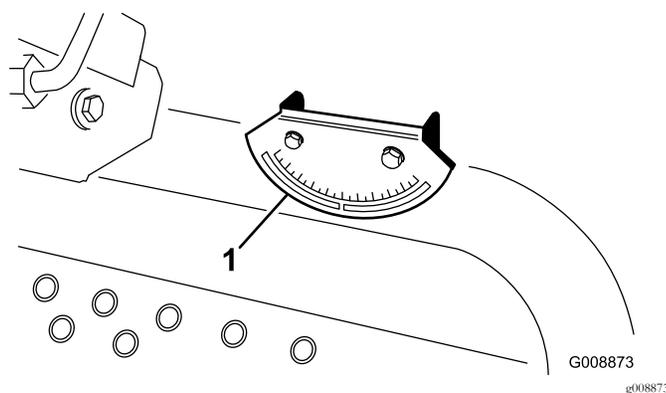

Рисунок 6
2. Убедитесь в том, что машина находится в горизонтальном положении, можно, установив ручной уклономер (поставляемый в комплекте с машиной) на поперечную балку рамы рядом с топливным баком (Рисунок 6). Уклономер должен показать ноль градусов, если смотреть с рабочего места оператора.